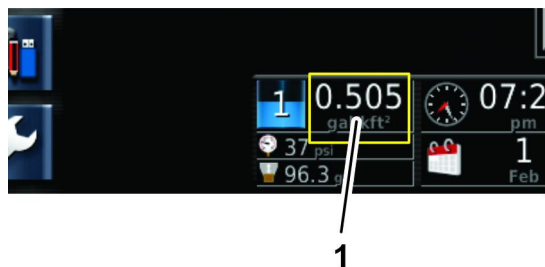

Figura 142
3. Attendete fino a quando sul dashboard non viene visualizzato il volume di applicazione target (Figura 142).